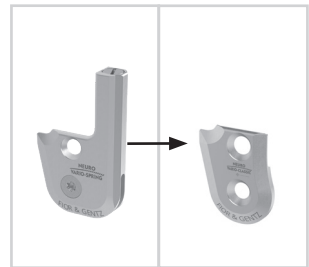

Abb. 22
- 2 Montieren Sie die Deckplatte des **NEURO VARIO-CLASSIC** Systemgelenkes in der passenden Systembreite (Abb. 22).